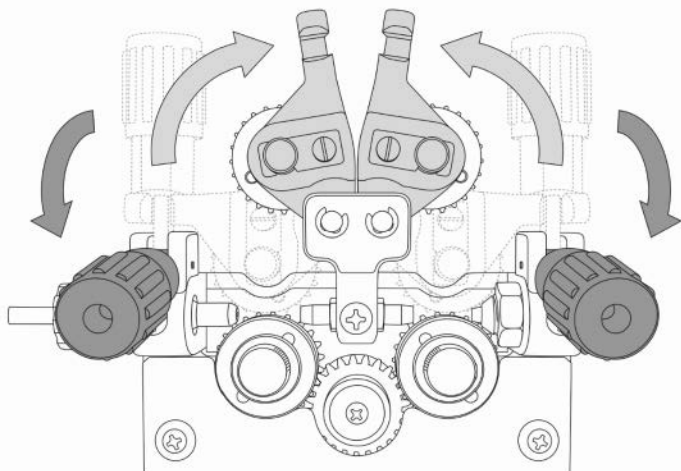

Рис. 16.0.1. Открытие механизма подачи проволоки.
1. Откройте механизм подачи проволоки. Потяните на себя механизмы прижима (См. рис. 16.0.1).